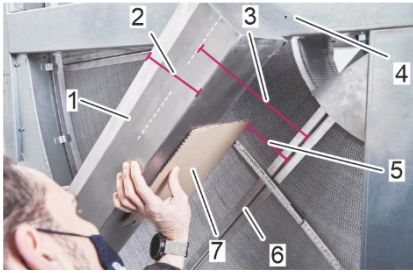

Abbildung 51: Ausrichtung der Auffangschale
3. Halten Sie die Auffangschale (Abbildung 51/1) an den Rotorrahmen (Abbildung 51/4) auf der Abluftseite.
4. Richten Sie die Auffangschale (Abbildung 51/1) parallel zum Rotorsegment (Abbildung 51/6) aus. Der einzustellende Abstand (Abbildung 51/5) ergibt sich aus dem in Schritt 2 gemessenen Abstand (Abbildung 51/3) abzüglich der halben Breite (Abbildung 51/2) der Auffangschale (Abbildung 51/1).
Verwenden Sie einen geeigneten Messanschlag (Abbildung 51/7) (z. B. ein Stück Pappe), um den Abstand zwischen der Auffangschale und dem Rotorsegment zu messen.